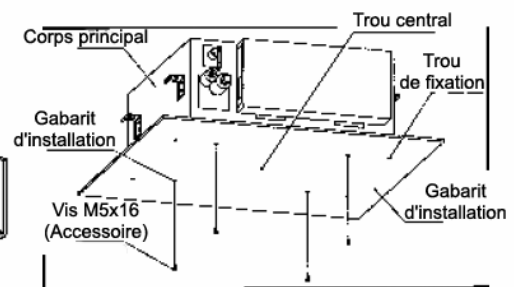

Figure 8
a. faites glisser les deux crans de retenue vers le milieu en même temps, et enfoncez les vers le haut. (cf. figure 8)